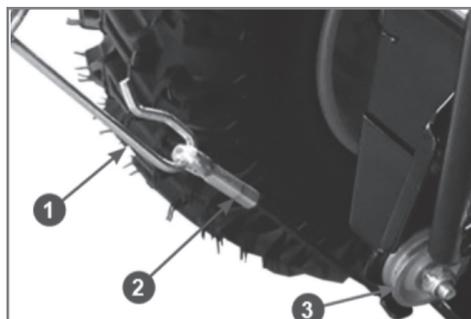

Рис. 5 Соединение троса включения хода
8. Соедините верхнюю и нижнюю части троса включения хода. Зацепите крючок 1 пружины троса включения хода за соединитель 2 троса включения хода (Рис. 5).
Убедитесь в том, что трос включения хода установлен в ручей ролика 3 (Рис. 5). В противном случае, при попытке включить ход снегоотбрасывателя трос будет поврежден. На механическое повреждение тросов гарантия производителя и поставщика не распространяется.